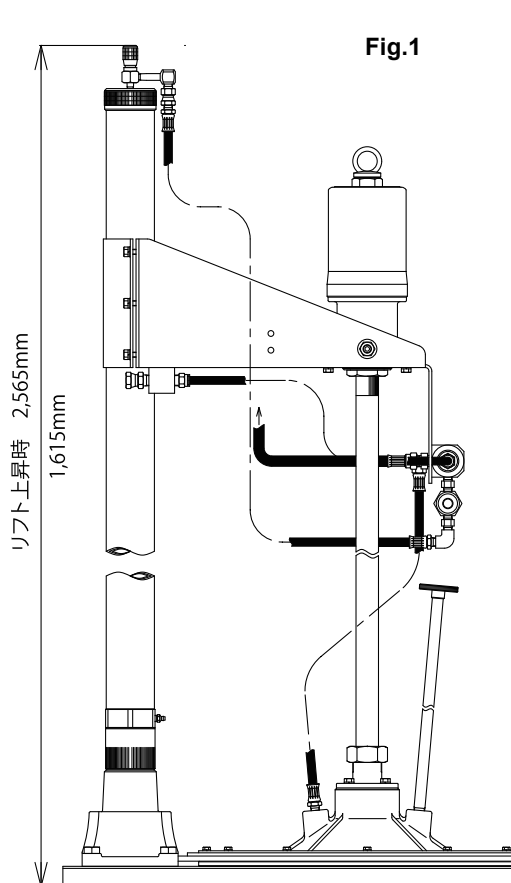

Fig.1
- 2) リフトは最大高さ 2,565 mm まで上昇しますので、設置の際はリフトの昇降に支障のないことを確認の上、設置場所を決めてください。（Fig.1）